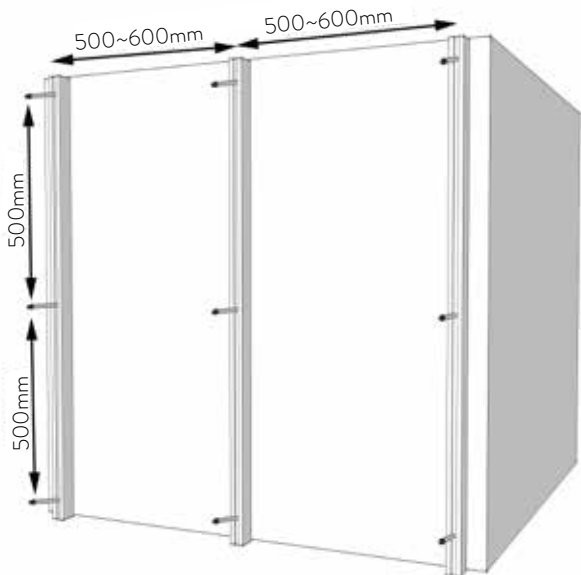

图 2
- 2 确定龙骨间距并打预钻孔，龙骨固定采用塑料膨胀螺丝 (HLPM-025) 如图2所示：